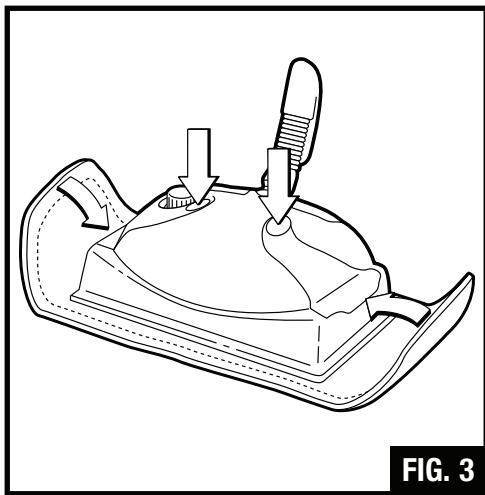

FIG. 3
3. Rest the base of the floor steamer on its floorcloth as supplied, making sure that the edges are secured over the base (Fig. 3). Then tuck both ends of the floor cloth under the cloth clips. Do not use without a floorcloth in place.
3. Laisser reposer la base du nettoyeur à vapeur pour sols sur le chiffon fourni en s'assurant que les bords sont assujettis sur la base (Fig 3). Puis coincer les deux bouts du chiffon sous les pinces. Ne pas utiliser sans chiffon en place.